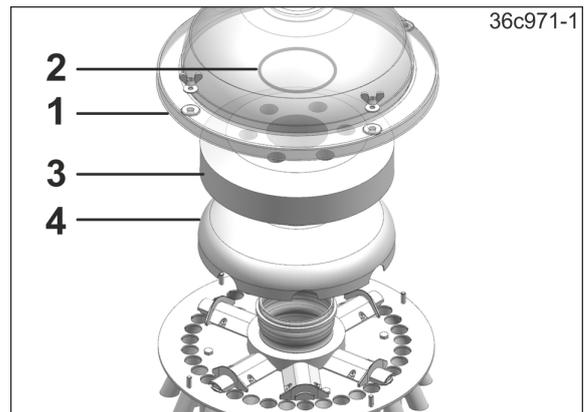

Fig. 229
3. Verteileraußenhaube (Fig. 229/1) demonstrieren.
4. O-Ring (Fig. 229/2), Verteilerrinnenhaube (Fig. 229/3) und Schaumstoffeinsatz (Fig. 229/4) demonstrieren.
10. Verteileraußenhaube (Fig. 229/1), wie oben beschrieben, montieren.